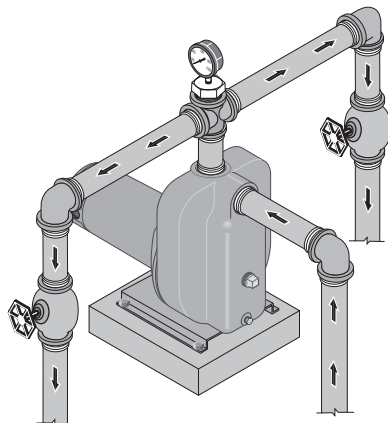

FIGURE 3 - TUYAUX DE REFOULEMENT MULTIPLES
Cette pompe est conçue pour être utilisée dans un étang, une citerne ou un puits à pointe filtrante. Le refoulement de la pompe peut être divisée pour alimenter deux (2) dispositifs ou plus d'arrosage automatique. Un exemple de tuyaux de refoulement multiples est illustré à la figure 3.